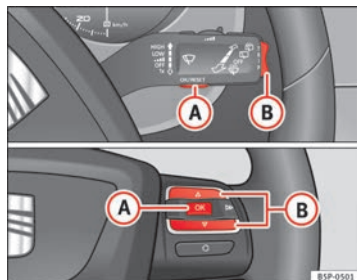

Fig. 41 Teclas basculantes A y B. Mandos en volante.
- Con el encendido conectado, pulse brevemente la tecla ⇒ fig. 41 **A** de la palanca del limpiacristales para cambiar de una memoria a otra o pulse la tecla **A** de los mandos al volante ⇒ fig. 41.